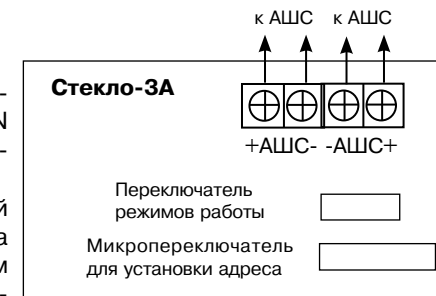

Рис. 6.27
Отключение индикации осуществляется переключателем режимов работы «4» (рис. 6.27).
На печатной плате расположены контактные колодки для подключения внешних цепей (рис. 6.27) и переключатели для установки адреса и режимов работы извещателя.
- выполните соединения в соответствии с рис. 6.27;